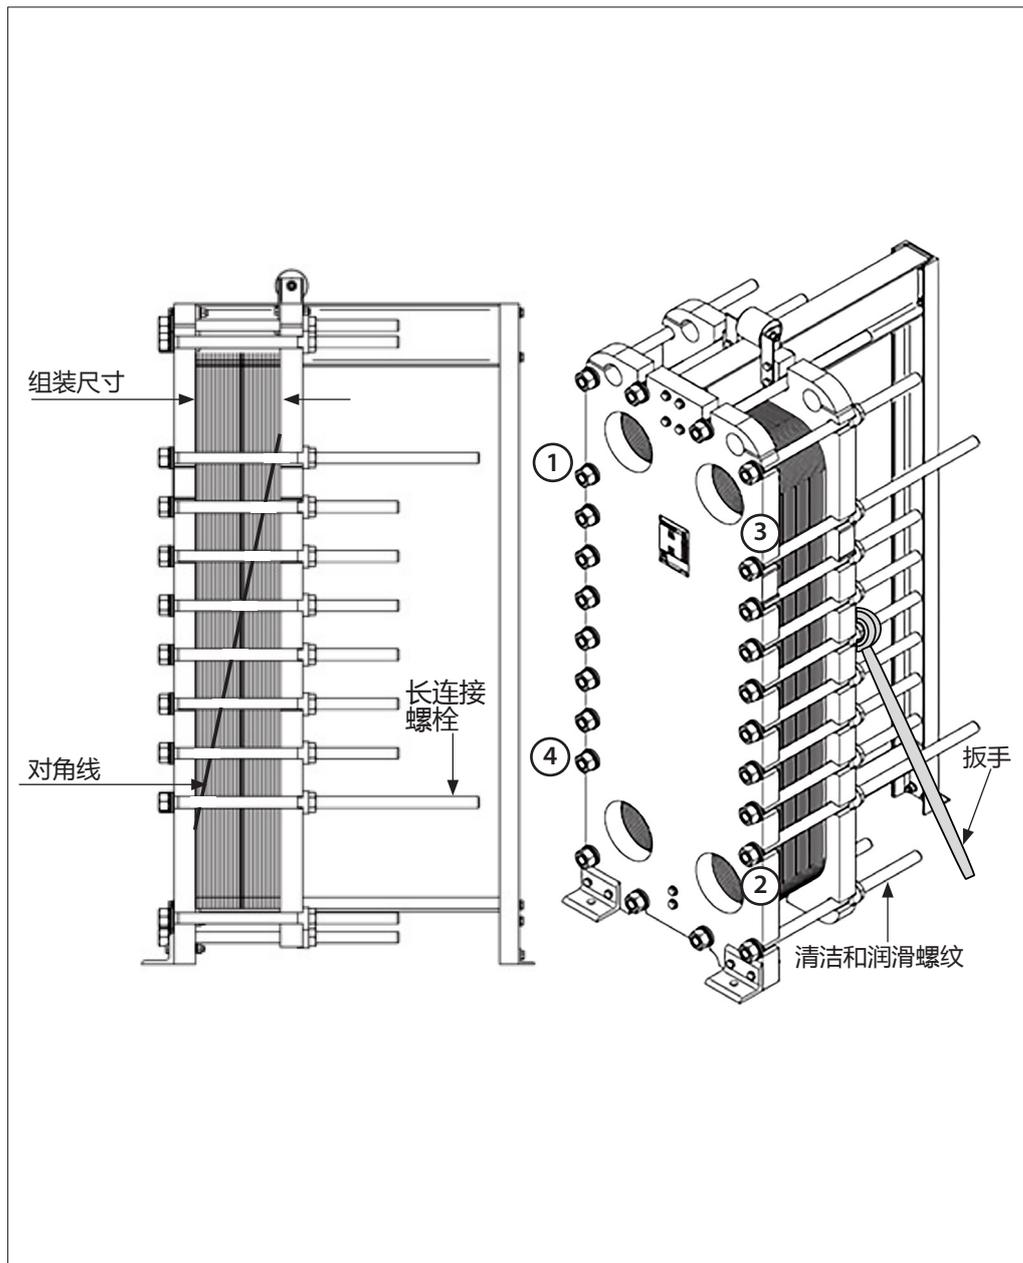

图 10. 打开板式热交换器
- 打开之前标记板片组。这可以通过绘制对角线 (见图 10) 或按照顺序对每个板片进行编号来完成。
- 按照序号 1, 2, 3, 4 (图 10) 均匀拧松长连接螺栓, 即后端板应具有一个平行打开动作